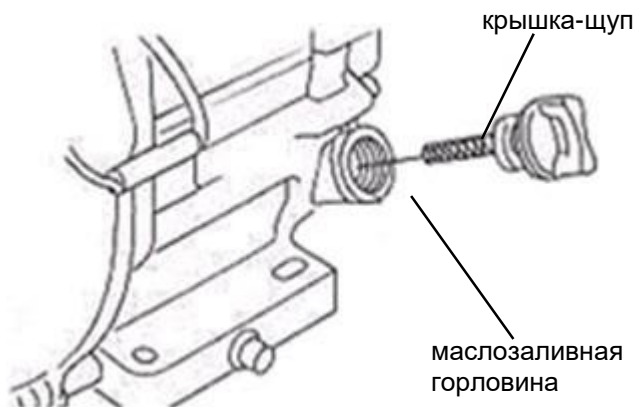

Рис. 4
2. Открутите крышку-щуп маслозаливной горловины и извлеките щуп (Рис. 4).
2. Выкрутите крышку-щуп маслозаливной горловины и извлеките щуп (Рис. 4).